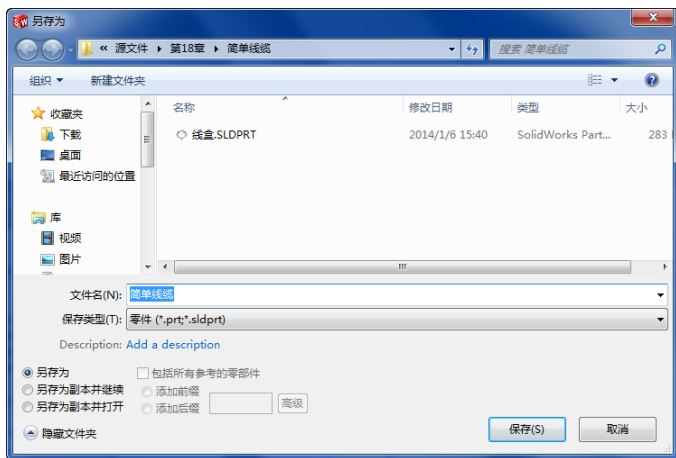

图 18-2 “另存为”对话框
② 单击菜单栏中的“文件”→“另存为”命令，在图 18-2 所示的“另存为”对话框中，输入名称为“简单线缆”，单击“保存”将装配体保存为“简单线缆.sldasm”。